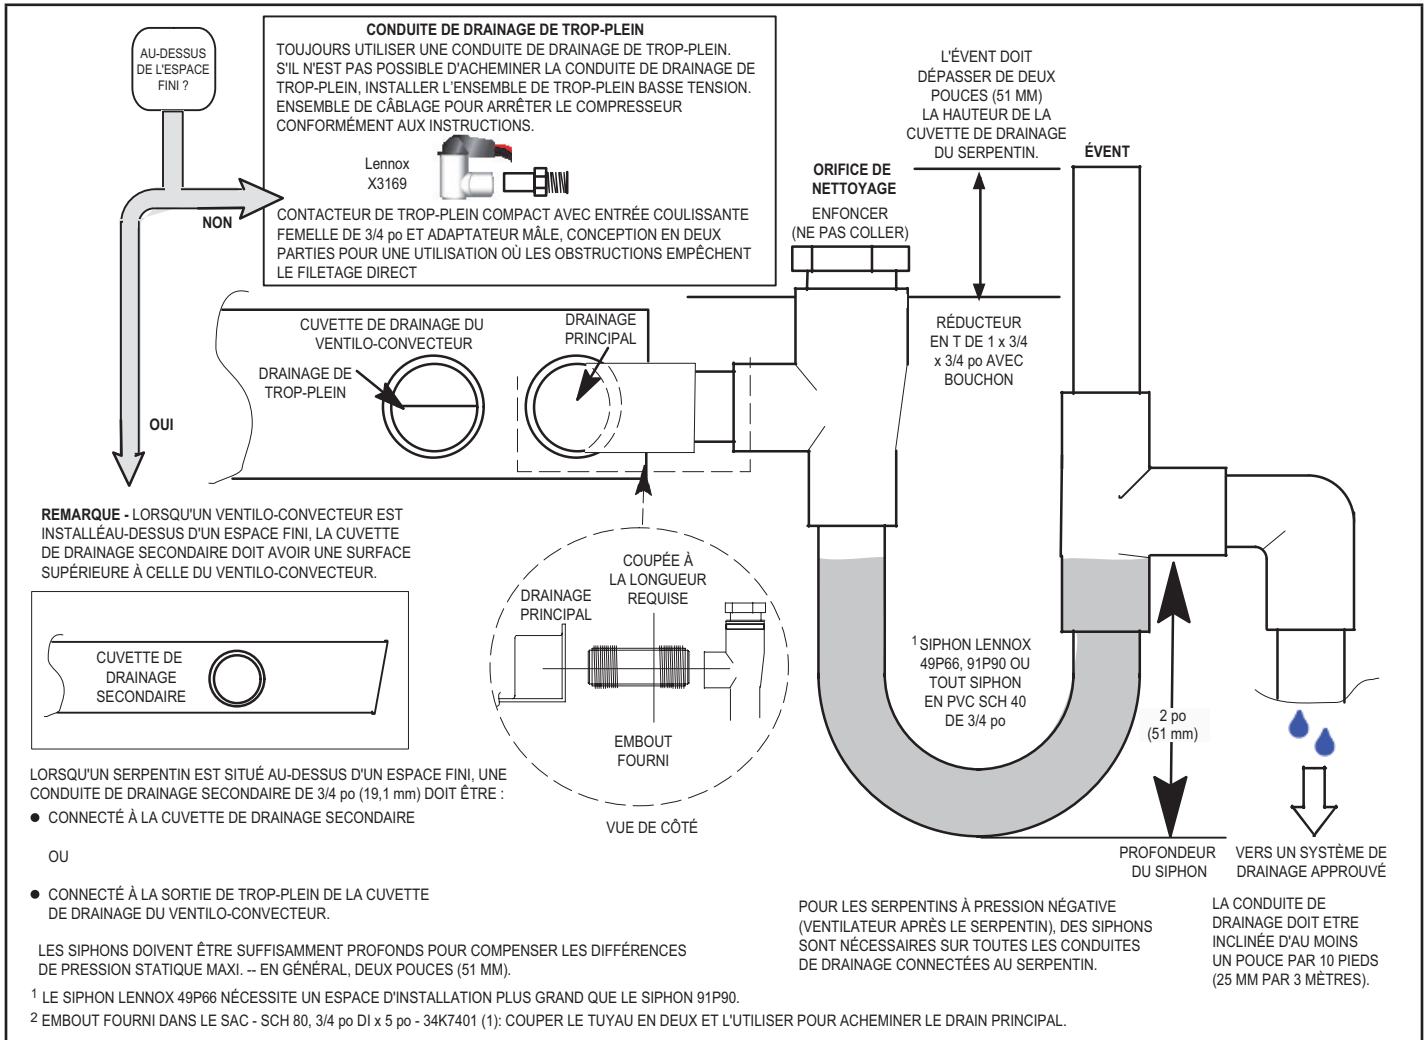

FIGURE 6. Drain principal et drain de trop-plein types
- 6 - Installez un siphon de 2 po sur les conduites de drainage principales (primaires) aussi près que possible de l'unité (figure 6). Assurez-vous que la partie supérieure du siphon se trouve sous la connexion à la cuvette de drainage pour permettre un drainage complet de la cuvette.
REMARQUE - Les conduits horizontaux doivent être équipés d'un évent anti-siphon (tube vertical) installé en amont du conduit horizontal. Voir Figure 6. Un tronçon horizontal extrêmement long peut nécessiter une conduite de drainage surdimensionnée pour éliminer les blocages.